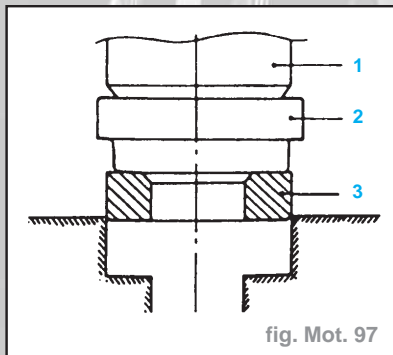

fig. Mot. 97
- Adapter l'insert (3) dans l'évidement de la culasse, utiliser une presse (1) et un adaptateur approprié (2) (fig. Mot. 97).